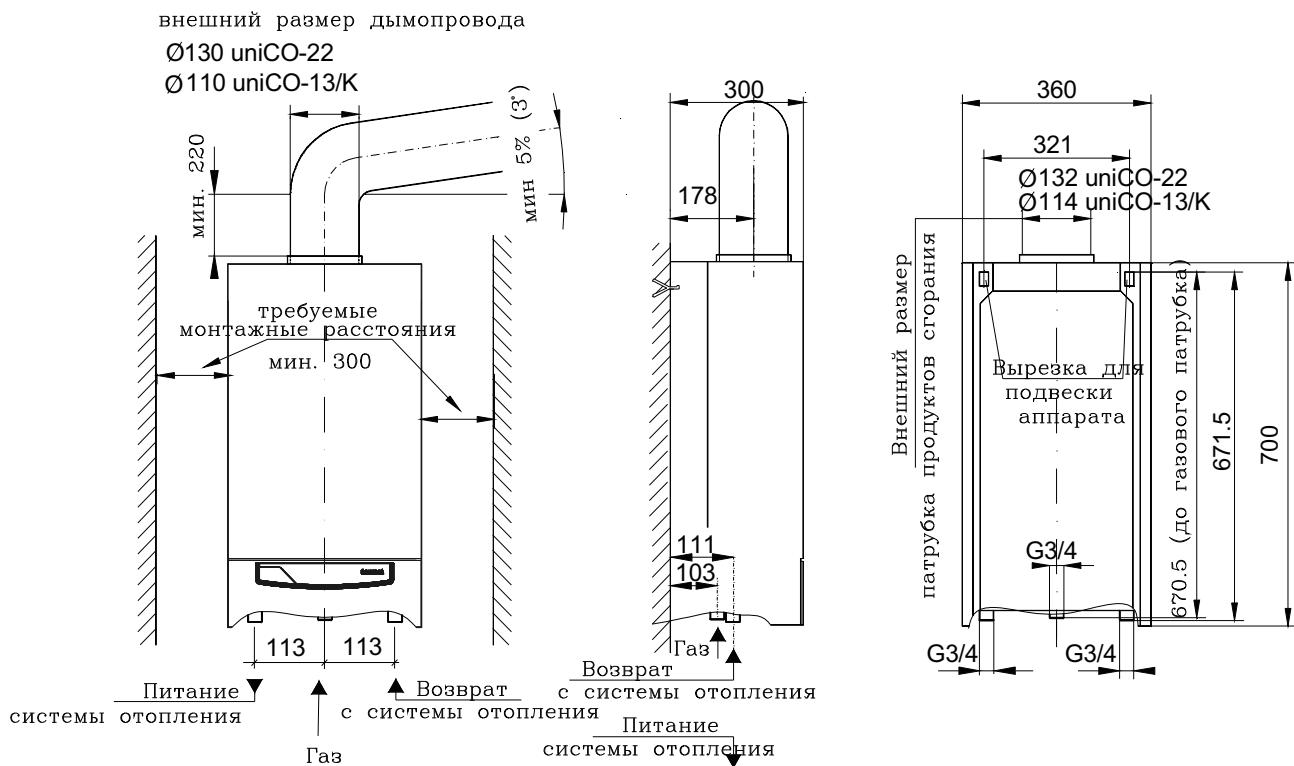

Рис. 3.3.1. Установочные размеры аппарата типа В
- Патрубки питания и возврата системы отопления аппарата прикрутить к установке при помощи соединительной муфты. Расположение патрубков указывает рис. 3.3.1., 3.3.2. и 3.3.3.
Продукты сгорания должны быть отведены в дымоход с помощью дымовой трубы диаметром Ø 130 мм. Необходимо установить трубу, с вертикальным участком минимальной длиной 220 мм, затем горизонтально трубу максимальной длиной 2 м, с 5%-ным (-3°) уклоном в сторону аппарата. (Рис. 3.3.1.)